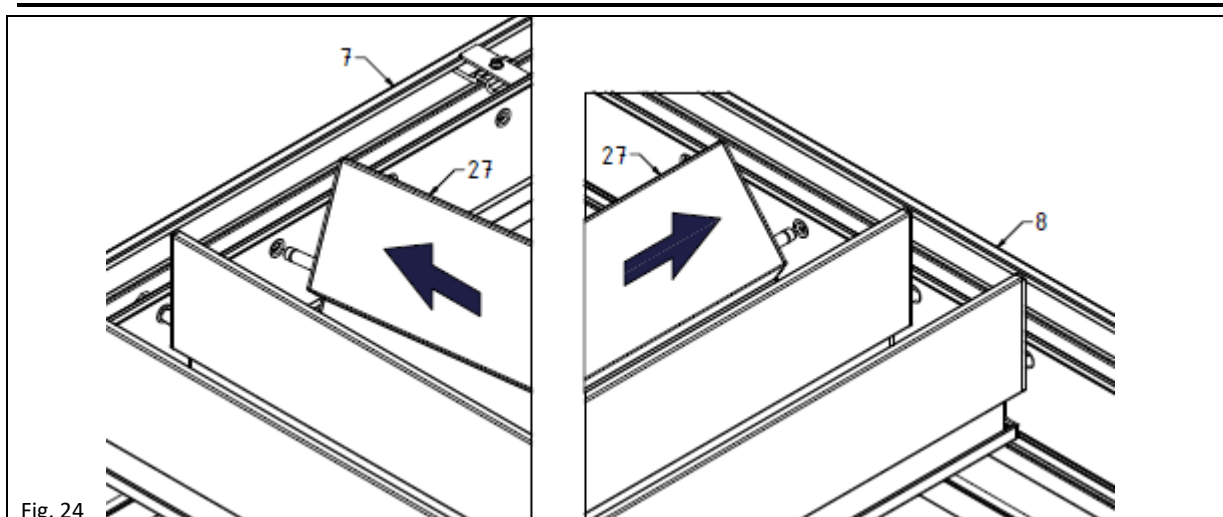

Fig. 24
26. L'installation des lames suivantes (27) doit être commencée à partir du côté des lames d'entraînement (17) en allant vers les extrémités de la pergola et en suivant les informations des points 12/13 et 15 en fonction de l'emplacement du côté d'entraînement (7) et du côté d'appui (8) selon la Fig. 24 et en fixant les lames de l'intérieur de la poutre avec un liant DIN6799 - 10 en utilisant la clé de montage fournie (19) - Fig. 25.